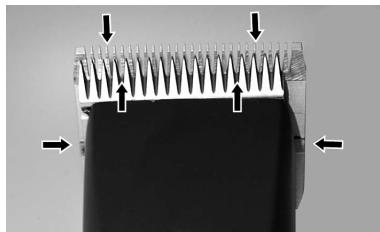

Fig. 22
Para obter bons resultados de tosquia e para aumentar a longevidade da máquina e das cabeças de tosquia, é necessário a aplicação regular de uma fina camada de lubrificante entre a lâmina superior e inferior (fig. 22).
- ▶ Lubrifique suficientemente (e não em demasia) as lâminas de corte durante a tosquia (pelo menos em intervalos de 15 minutos), para que elas não fiquem secas (fig. 22).
As lâminas devem ser lubrificadas antes, durante e depois de cada utilização. Quando as lâminas deixam tiras ou estão a funcionar com velocidade reduzida, isto é um sinal de que necessitam de ser lubrificadas. Coloque algumas gotas de lubrificante adiante e lateralmente às lâminas (ver setas na fig. 22). Limpe o lubrificante em excesso com um pano suave e seco. Os sprays de lubrificação não contém óleo suficiente para uma boa lubrificação, mas servem como forma de aquecimento das lâminas. Na eventualidade de lâminas danificadas, substitua-as de imediato para evitar o risco de lesões.